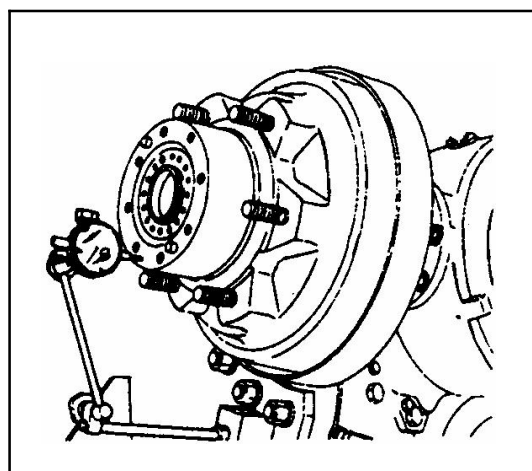

Рис. 5-7
8. Проверьте осевой зазор ступицы — он должен быть менее 0,08 мм (см. рис. 5-7).